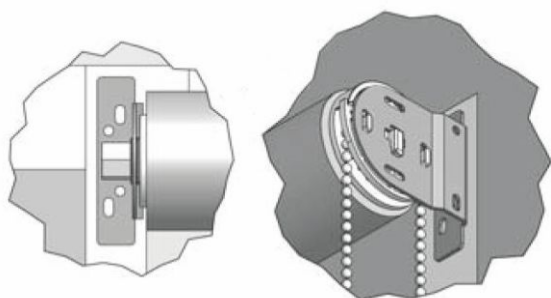

Рис.11. Установка правого изделия
4. Установить правое изделие в правый кронштейн таким образом, чтобы крючок на торце был направлен вертикально вниз (Рис.11), затем вставить его в промежуточный кронштейн.